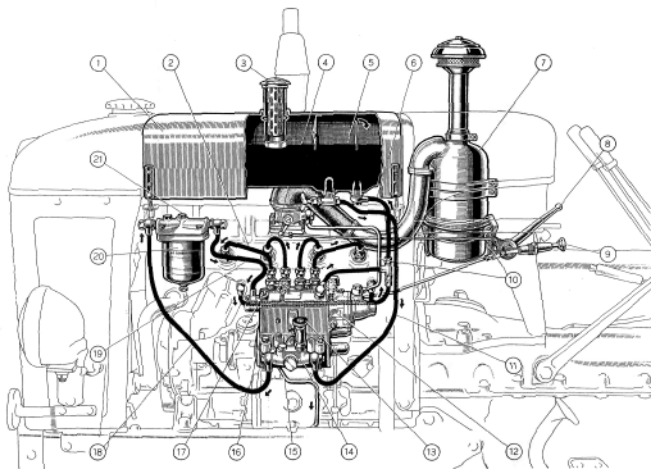

Fig. 29. - Schema dell'alimentazione del motore.
- Aprire il rubinetto del serbatoio ed agire sulla pompetta d'innescio (13, fig. 29) onde far affluire il combustibile in tutto il circuito di alimentazione del motore. Spurgare l'aria dal filtro e dalla pompa d'iniezione.